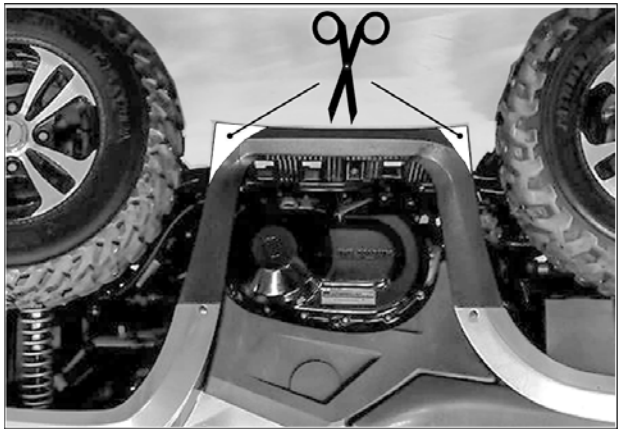

Fig. 18
2. Vérifier s'il y a un contact possible entre le système de traction et l'aile inférieure. S'il y a contact, modifier (découper) l'aile pour éviter des dommages aux composants du véhicule et toute usure prématurée des chenilles (Fig. 18). Utiliser les gabarits de découpe fournis à la page 9 (Fig. 19).